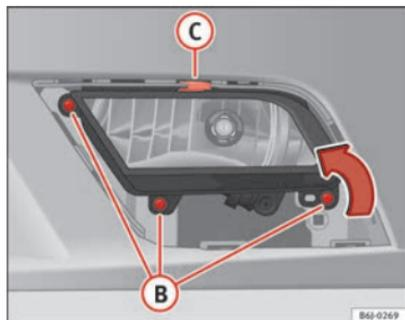

Fig. 160 Farol de nevoeiro
- Retire os parafusos (3x) ⇒ Fig. 160 **B** para extrair o farol de nevoeiro.
- Retire o grampo metálico que se encontra na parte superior do farol de nevoeiro, puxando para fora ⇒ Fig. 160 **C**. ■